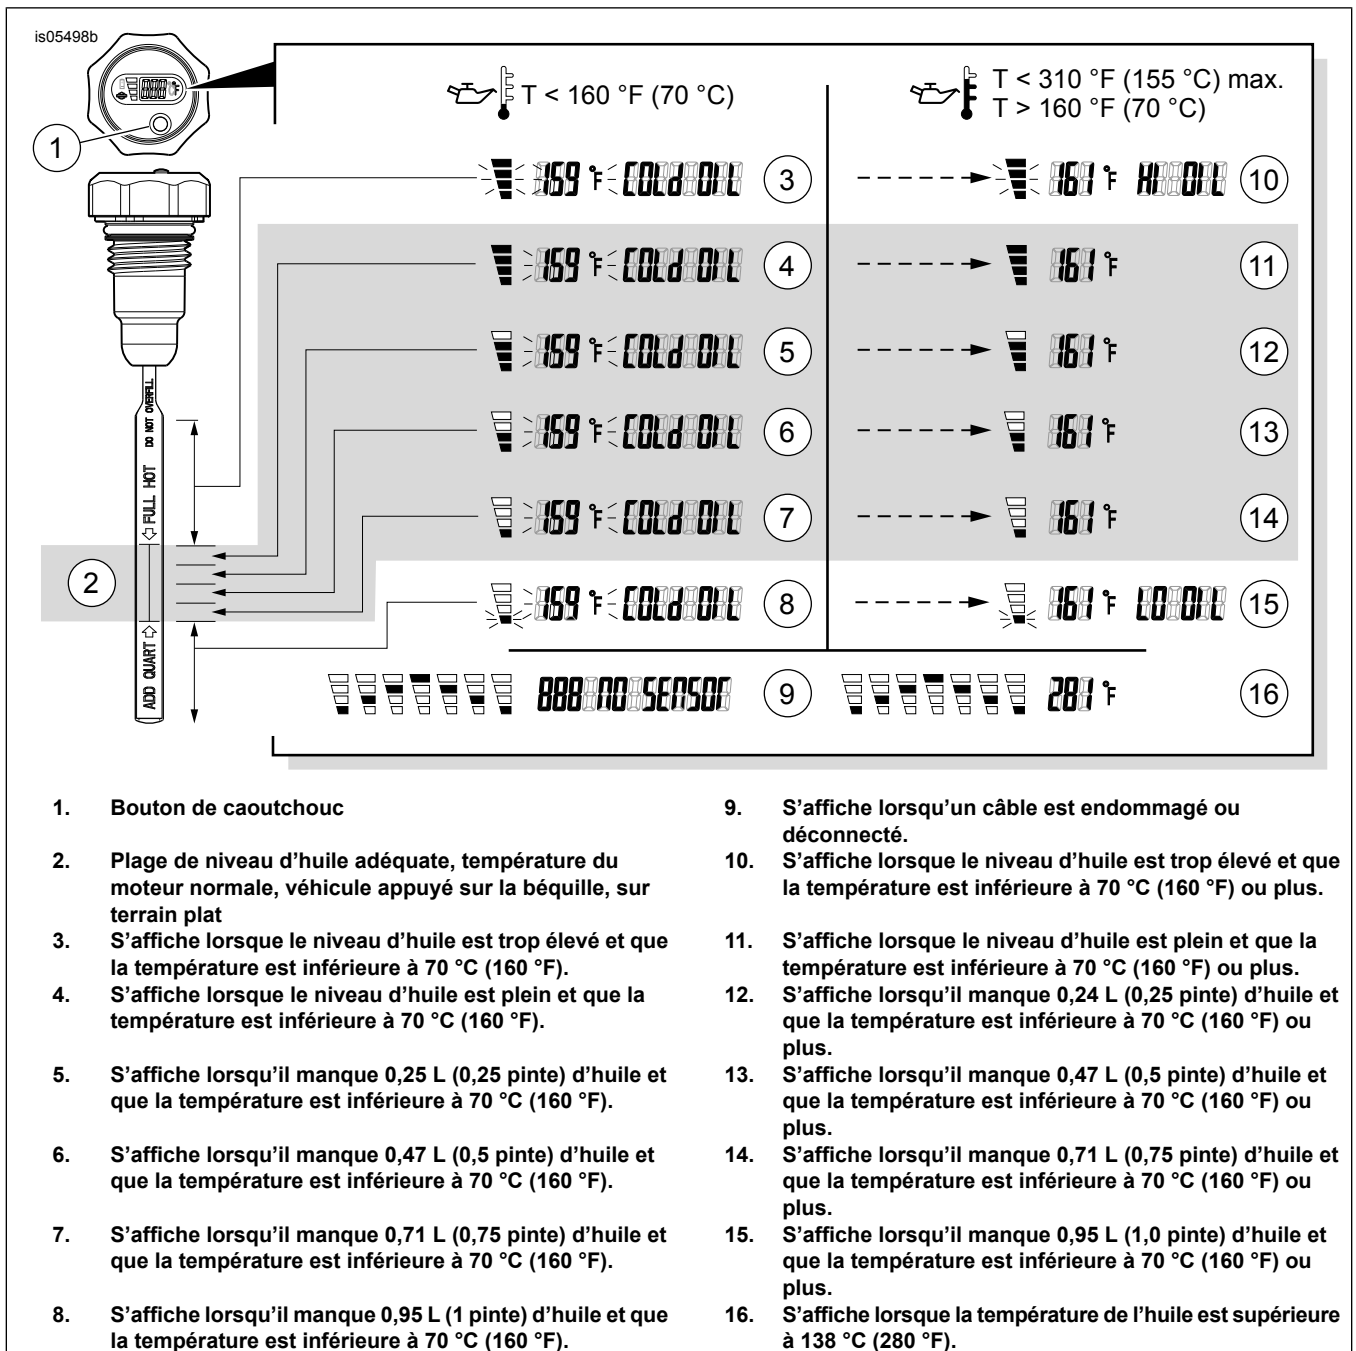

Figure 1. Jauge de niveau et de température de l'huile ACL
Consultez Figure 1 . Enfoncer et relâcher le bouton de caoutchouc sur la face avant pour afficher :
- Le niveau d'huile approprié serait comme indiqué dans Figure 1 , affichage 4-8 (barres indiquant le niveau d'huile et la température de l'huile clignote, suivie du message « COLD OIL » lorsque le moteur est froid). NE PAS AJOUTER D'HUILE pour amener le niveau à la marque PLEIN sur la jauge d'huile avec un moteur FROID.
- Enfoncer et relâcher le bouton de caoutchouc sur la face avant de la jauge de niveau et de température d'huile ACL pour afficher le niveau et la température de l'huile dans le réservoir. Le niveau d'huile approprié comme indiqué dans Figure 1 , affichage 11-14.
Un code d'erreur « 888 NO SENSOR » et des barres de niveau animées (Figure 1 , affichage 9) indiquent un fil déconnecté ou endommagé.
Pour contribuer à prévenir les défaillances des composants électroniques internes, la jauge d'huile ne mesure pas le niveau d'huile lorsque la température de l'huile dépasse 138 °C (280 °F). Les barres de niveau animées s'affichent, ainsi que la température (Figure 1 , affichage 16), jusqu'à une lecture maximale de 155 °C (310 °F).